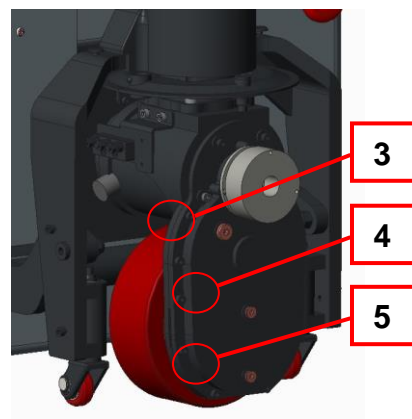

Fig. 07
- (Fig.07) 3 é o orifício de entrada de óleo, 4 é o orifício de derramamento de óleo, 5 é o orifício de drenagem. Desaperte o parafuso 5 para drenar o óleo ao substituir o óleo da engrenagem. Aperte o parafuso 5 após a drenagem do óleo.